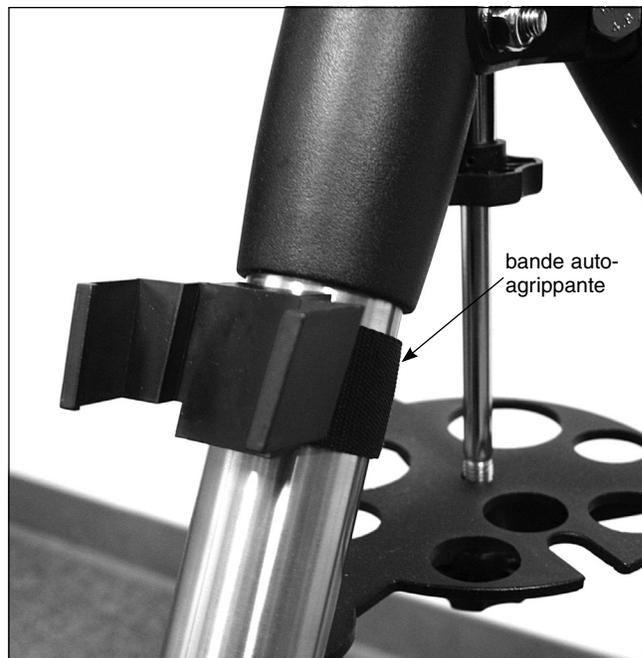

Figure 14. Installation du support de la raquette de commande GoTo
- Fixez le support de la raquette de commande incluse sur un pied du trépied au-dessus du plateau de support central du trépied en utilisant la bande auto-agrippante, comme représenté sur la **Figure 14**.